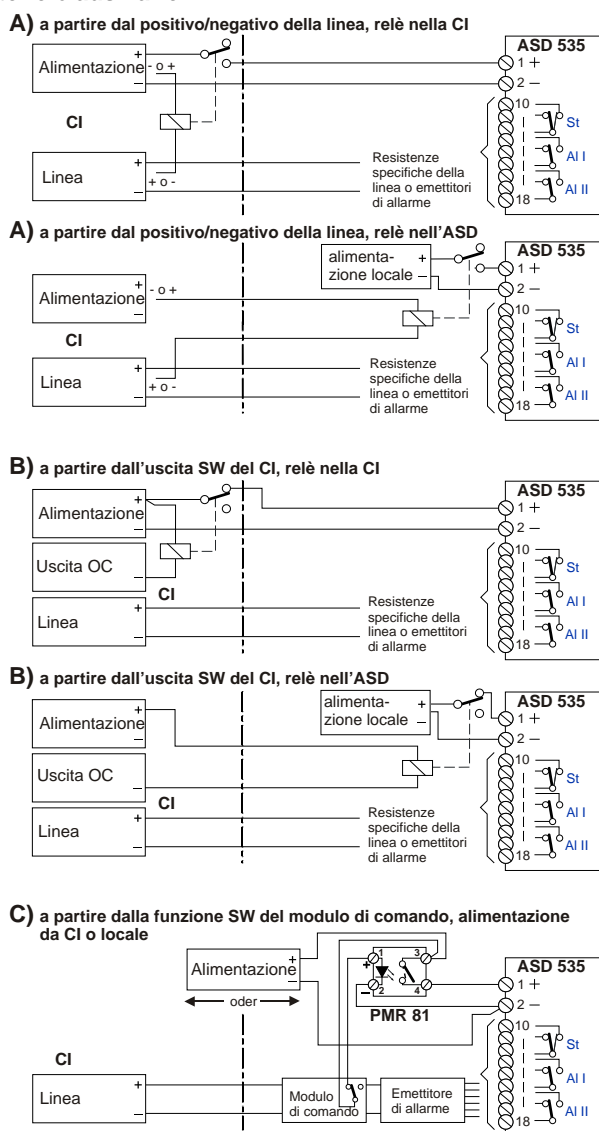

Fig. 22 Controllo attraverso l'alimentazione tramite relè
Il pilotaggio del relè ausiliario può essere effettuato nei modi seguenti (vedi Fig. 22):
- Gli elementi di protezione CEM all'ingresso dell'elettronica dell'ASD provocano un breve picco di corrente (5 A/1 ms) quando si inserisce la tensione di alimentazione. Se si impiega un relè ausiliario i cui contatti sopportano una corrente massima di 1 A, il picco di corrente può far sì che i contatti si saldino insieme. Di conseguenza, **come regola generale** bisogna utilizzare relè ausiliari i cui contatti sopportano **più di 1 A** – ad es. il relè statico PMR 81 (vedi Fig. 22 C)).